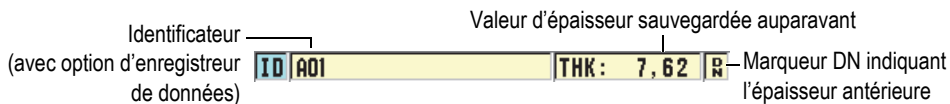

Figure 3-3 Barre d'identificateur
La barre d'identificateur (avec l'option d'enregistreur de données), située dans la partie supérieure de l'écran de mesure, affiche l'identificateur d'emplacement actuel de la mesure d'épaisseur et la mesure enregistrée auparavant (voir la Figure 3-3 à la page 44). L'indicateur de téléchargement (R) apparaît lorsque la mesure enregistrée auparavant provient d'un fichier plutôt que d'une mesure récemment acquise.